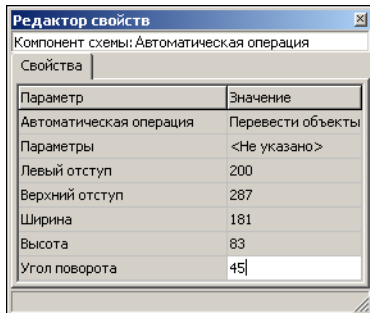

Рис. 4.4.
- ▼ Воспользуйтесь для поворота компонента **Редактором свойств**. Щелкните мышью в ячейке со значением параметра **Угол поворота**. Активируется поле ввода значения параметра (рис. 4.4). При помощи клавиатуры измените текущее значение параметра.